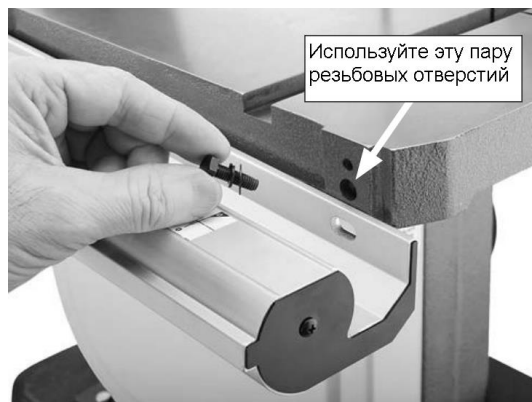

Рисунок 10
2. Прикрепите заднюю направляющую упора к столу с помощью двух черных винтов М6х16 (см. рисунок 10).
Рисунок 10а